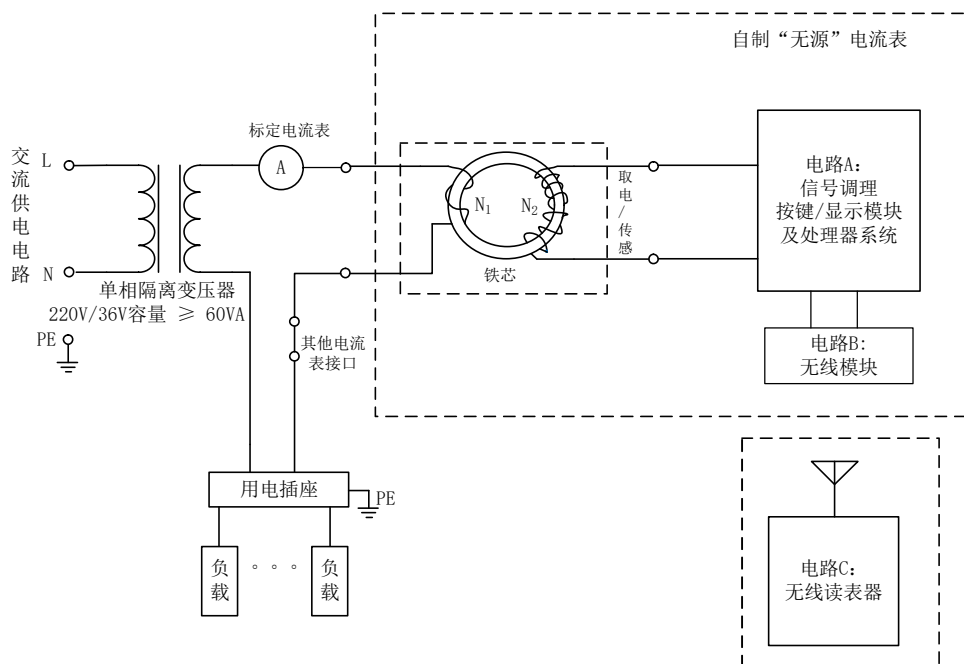

图 1 系统框图
设计并制作一套可用于低压配电网的电流表及其读表系统，如图 1 所示。其中自制的电流表（下简称电流表）采用如图所示的供电方式，不得采用其他方式供电，自制的读表系统采用无线方式读取电流表数据（下简称读表器），用于监视供电电路的运行情况。
1. 自制的电流表如图 1 所示，电路 A 和电路 B 须采用电磁耦合方式获取电能，为本电流表唯一供电；图 1 中取电传感部分的初级绕组匝数 $N_1 \leq 5$ ，初级线圈的绕组在作品中能清晰可见，匝数可查；次级绕组匝数不限制。在制作的电流表上设置 4 位编码开关，用于设置本电流表地址编号。电流表的电路 B 为可插拔的低功耗无线传输模块，电路 B 拔除后，电路 A 能正常工作。要求：
2. 自制的读表器如图 1 中的电路 C 所示，读表器能通过无线方式读取电流表数据，电路对功耗不作严格要求，使用电池供电。要求：
2. 图 1 中电路 B 和电路 C 中无线通信模块可以内含非 TI 公司的 MCU，但无线模块必须为独立电路板，并方便插拔，模块拔除后其他部分电路除无线传输功能失效外均能正常工作，不要求实现热插拔。电路 A 中设置残余电量放电回路，须能方便操作，以便于某些项目测试前放电。自制电流表留有串联其他电流表的接口。